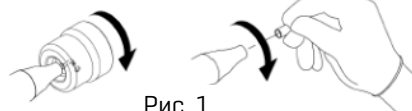

Рис. 1
5. Открутите насадку от наконечника (рис. 1):